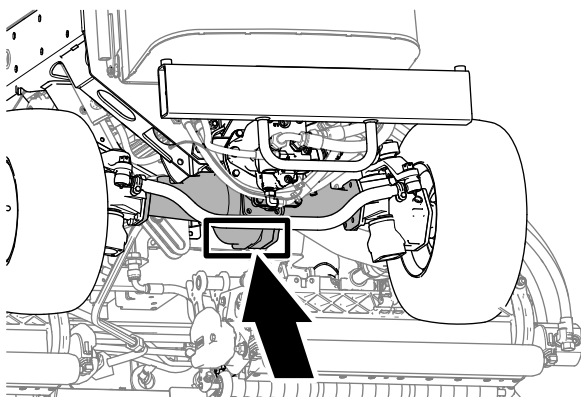

Figure 66
- Arrière de la machine – au centre du pont (Figure 66).